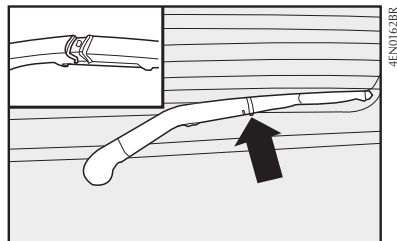

fig. 25
Substituição da palheta do limpador do vidro traseiro - fig. 25
- 1) Para retirar a palheta basta apertar a trava indicada **fig. 25**.